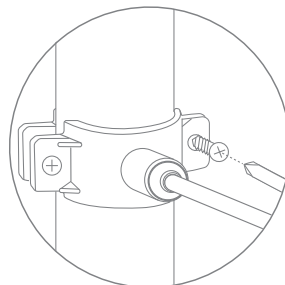

Рис. 25
- прочно закрепите хомут (рис. 25) на дренажной линии с помощью винтов, одновременно совмещая отверстие в штуцере и дренажной линии (винты крепления необходимо затягивать равномерно, без перекаса, чтобы обе части хомута располагались параллельно);